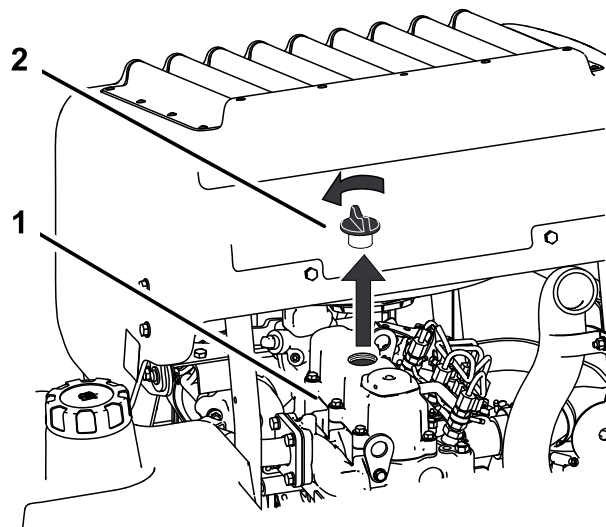

Bild 49
6. Nehmen Sie den Deckel des Einfüllstutzens oben am Motor ab (Bild 49). Dies erleichtert das Ablassen des Öls.